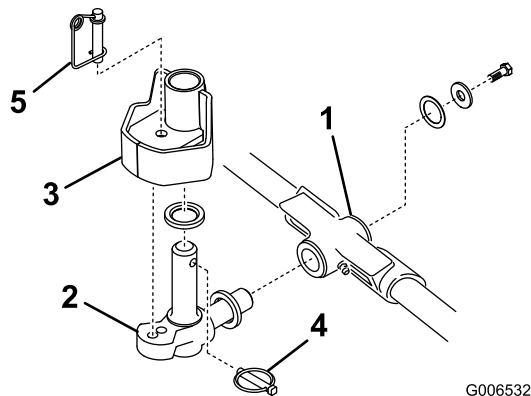

Figura 17
1. Montate una rondella di spinta sull'albero orizzontale dello snodo di articolazione, come riportato in Figura 17.
2. Inserite l'albero orizzontale dello snodo di articolazione nel tubo di montaggio del telaio portante (Figura 17).
3. Fissate lo snodo di articolazione al telaio portante con una rondella di spinta, una rondella piana e una vite a testa cilindrica con testa flangiata (Figura 17).
4. Inserite una rondella di spinta sull'albero verticale dello snodo di articolazione (Figura 17).
era stato tolto in precedenza (Figura 17). Inserite lo snodo di articolazione tra i due paraurti di centraggio in gomma, sotto la piastra di sterzo del braccio di sollevamento, finché non è in posizione.
6. Inserite l'acciarino nel foro a croce previsto sull'albero dello snodo di articolazione (Figura 17).
Nota: Se l'elemento di taglio deve essere fisso, inserite il perno di bloccaggio dello sterzo nel foro di montaggio dello snodo di articolazione (Figura 17).
11. Agganciate del filo per molle attorno alla base del perno di bloccaggio dello sterzo (Figura 17).